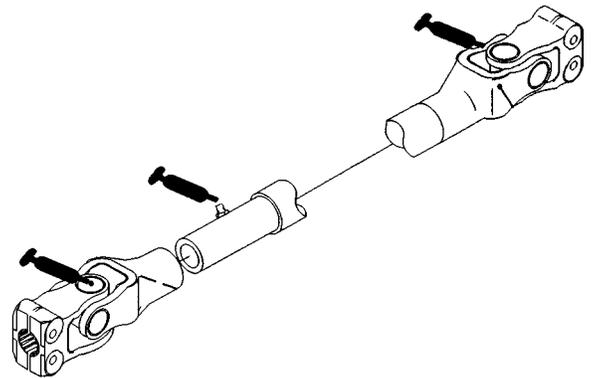

Bild 15
**Nur Allradantrieb-Modelle**—Lenkzylinder-Kugelgelenke (2), Hinterachsspurstange (2), Hinterachsgelenk (1), Doppelkardangeln (2 Stück pro Seite) (Bild 14) und hintere Antriebswelle (3) (Bild 15).